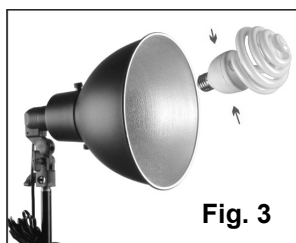
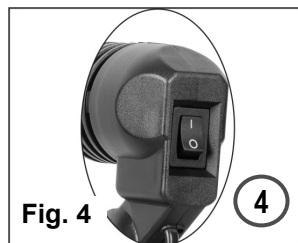

Fig. 3
Fig. 4
5. Draai de fluorescentielamp voorzichtig in het toestel (Fig. 3).
6. Sluit de aansluitkabel (5) aan op een contactdoos 230V.
7. Schakel de lamp AAN-UIT met schakelaar (4) (Fig. 4).
5. Vissez doucement la lampe fluorescente dans l'appareil (Fig. 3).
6. Raccordez le câble réseau (5) à une prise de courant 230V.
7. Appuyez l'interrupteur (4) pour allumer ou éteindre la lampe (Fig. 4).